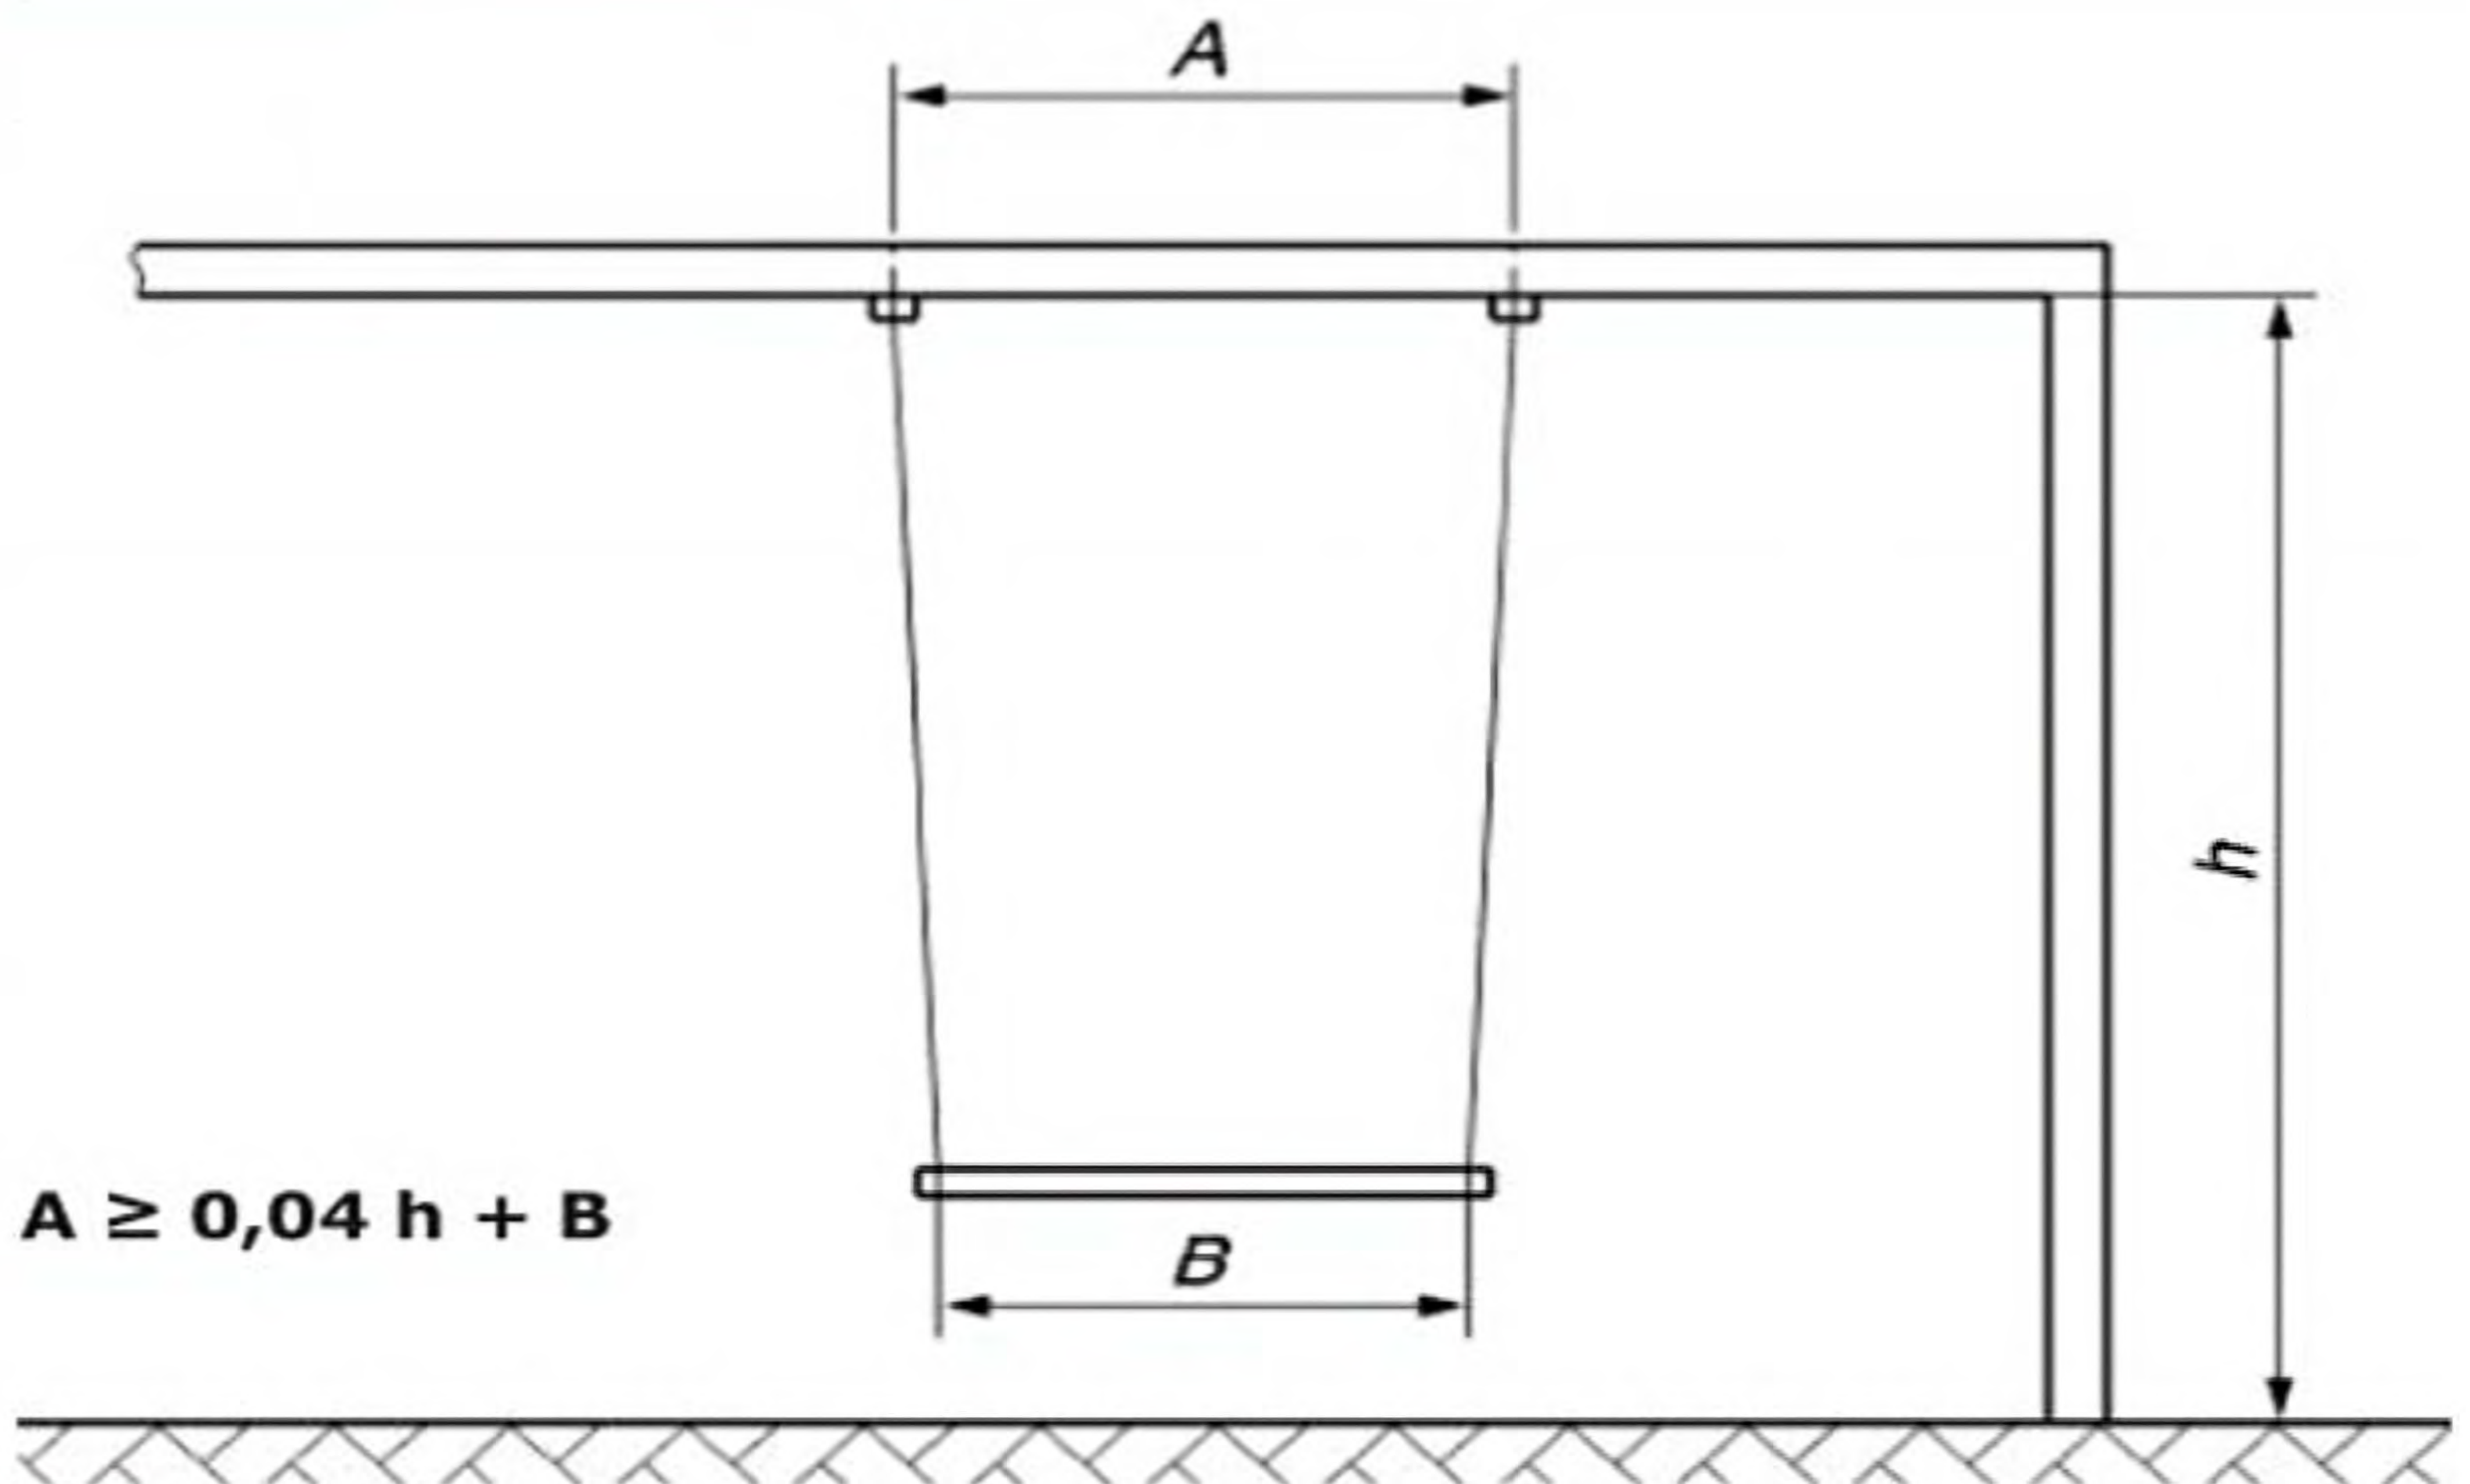

Рисунок 1
- Расстояние между точками подвеса вдоль верхней балки равно или больше расстояния между точками соединения продукта плюс 4% расстояния между землей и балкой (см. “Инструкция по сборке”, Рис. 1).